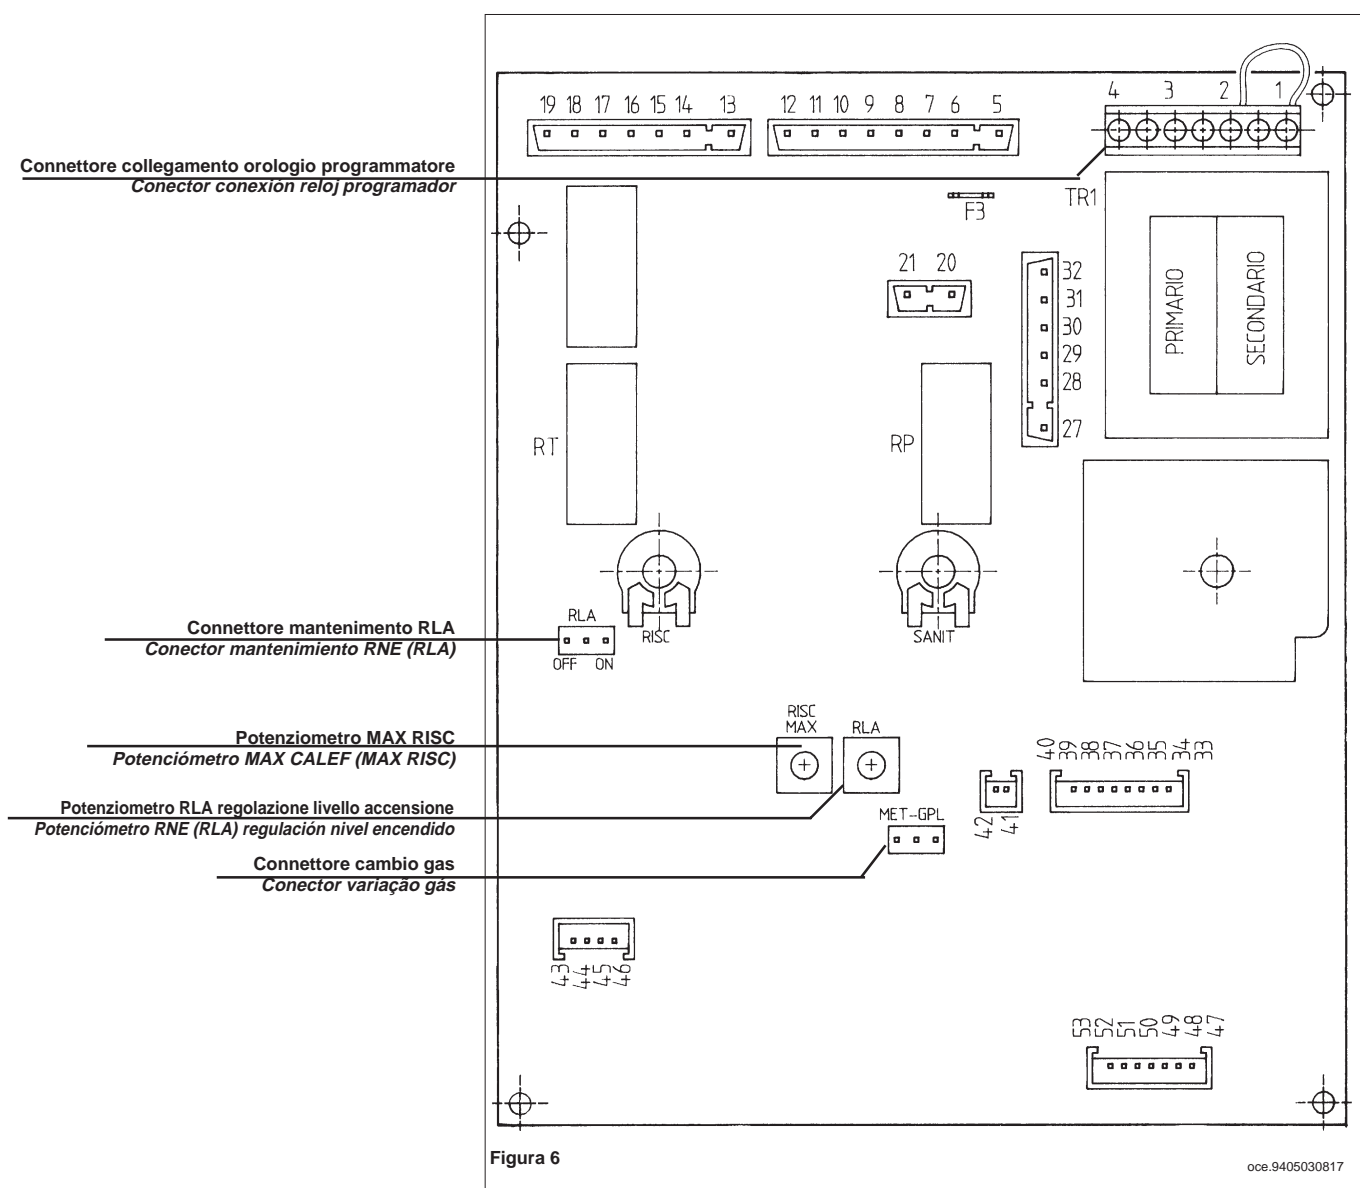

Figura 6
- posizionare il ponticello, nel connettore cambio gas, nel settore MET per il gas metano o nel settore GPL per il gas liquido (figura 6 a pagina 18).
- posicionar el puente, en el conector cambio gas, en el sector MET para el gas metano o en el sector GPL para el gas líquido (figura 6 en página 18).
- collegare il motore del programmatore al connettore della scheda elettronica principale (morsetti 3 e 4 di figura 6);
- conectar el motor del programador al conector de la tarjeta electrónica principal (bornes 3 y 4 de figura 6);